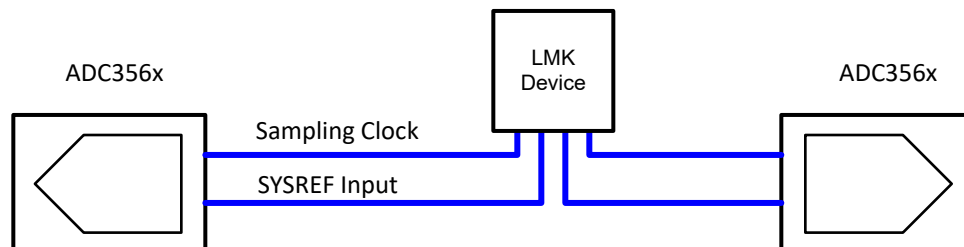

図 8-15. 2 つのデバイスの同期例
- **DDC モード:** デシメーション フィルタに関連する内部ブロック (クロック分周器、NCO 位相など) は、SYSREF 信号を使用して確定的状態にリセットされます。図 8-15 に示すように、デバイス間のクロックおよび SYSREF 信号の配線 (青色の線) を一致させることで、外部マルチチップ同期を実現します。